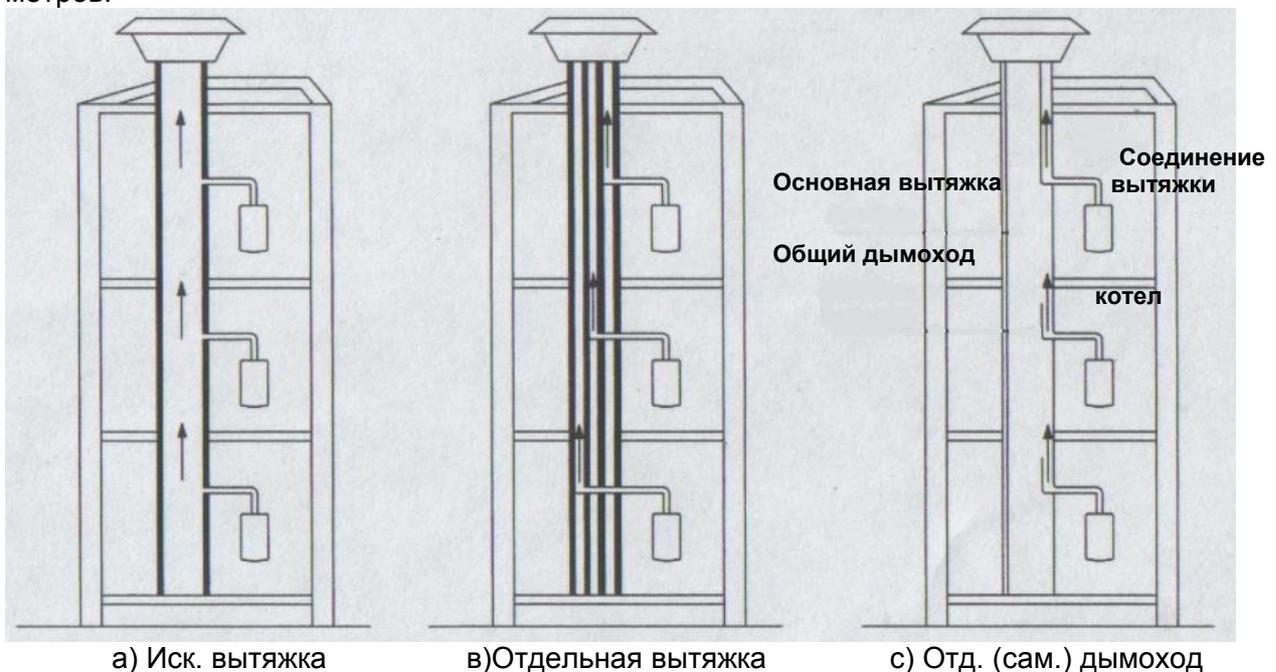

Рисунок 7.
- Типы вентиляционных шахт делятся на три основные категории: вытяжные трубы для отработанных газов, искусственные вытяжки, общие вытяжки (дымоходы) и отдельные (самостоятельные) вытяжки(см. Рисунок 7). Водонагреватели класса «Б» могут быть соединены к вентиляционным шахтам категории В и С (если нет ограничений со стороны ответственных компаний по газоснабжению). Запрещается соединять водонагреватели класса «Б» к вентиляционным шахтам категории А. Вентиляционные шахты категории В имеют отдельные каналы и каждый канал может быть использован только одним соответствующим ему пользователем.